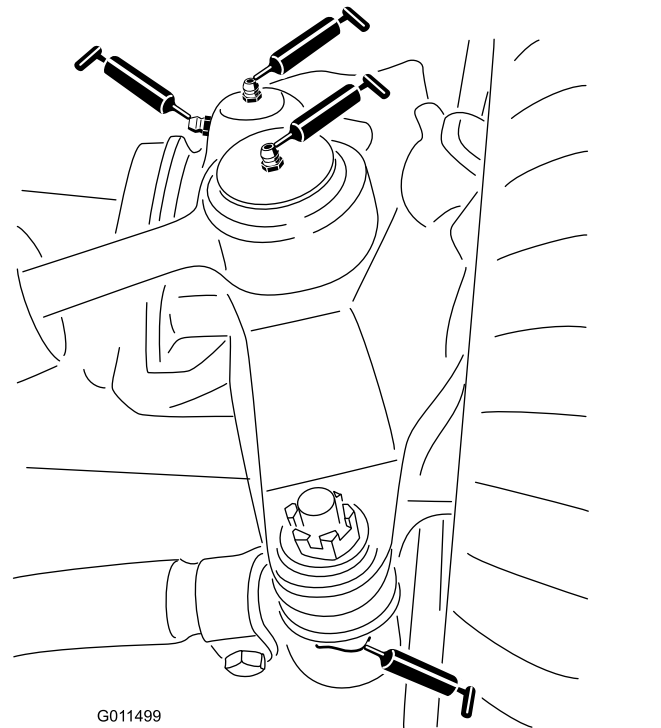

Figura 77
- Duas rótulas esféricas do cilindro da direção (Figura 77)
- Duas rótulas esféricas da barra de ligação (Figura 77)
- Dois casquilhos do pino principal (Figura 77).